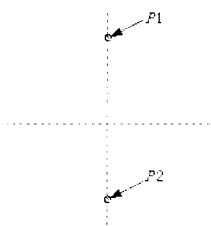
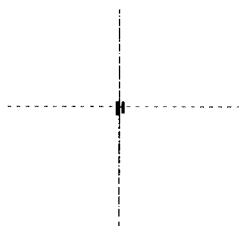

图 1-9 选择中心线经过的两点
图 1-10 产生垂直中心线
10. 单击绘线折叠按钮 ，单击绘制中心线按钮 ，选择如图 1-9 所示中心线经过的两个点 $P1$ 、 $P2$ ，双击鼠标中键结束中心线命令，结果如图 1-10 所示，产生垂直中心线。